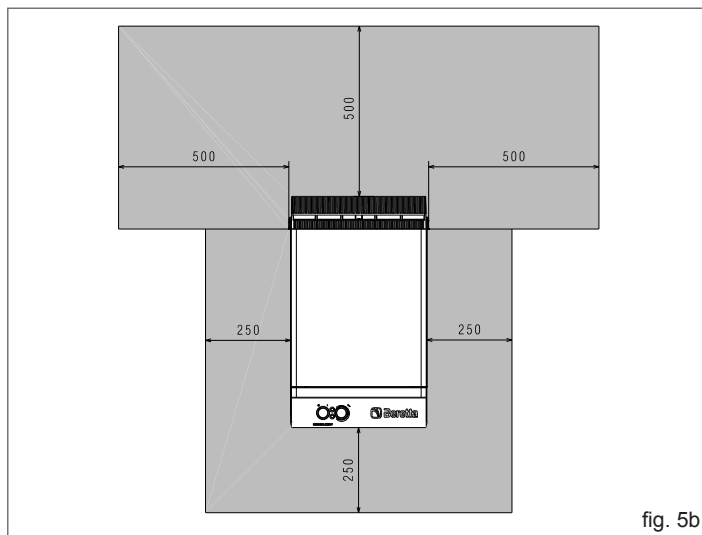

fig. 5b
- L'apparecchio deve essere installato su di una parete idonea e per consentire le operazioni di manutenzione è indispensabile lasciare intorno allo stesso le distanze minime (fig. 5b).
Per le distanze minime da materiali combustibili, fare riferimento a quanto riportato nella fig. 5b.